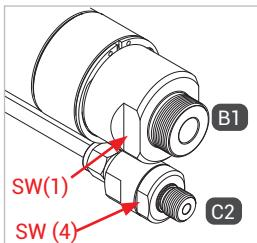
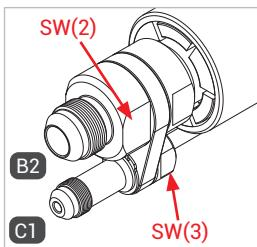

Figure 3
Figure 4
- ▶ Lors du montage du flexible de remplissage et de retour du gaz, de la conduite de fluide et de la conduite de retour du gaz aux raccordements « B1 », « B2 », « C1 » et « C2 », exercez une contre-pression sur les méplats SW(1), SW(2), SW(3) et SW(4) (*Figure 3* et *Figure 4*) avec une clé à fourche.
- ▶ Connectez hermétiquement l'entrée fluide « B1 » à la conduite de fluide de la station-service (*Figure 3*). Voir le tableau ci-dessous pour les couples de serrage.
- ▶ Connectez hermétiquement la conduite de retour du gaz « C2 » à la conduite de retour du gaz de la station-service (*Figure 3*). Voir le tableau ci-dessous pour les couples de serrage.
- ▶ Raccordez hermétiquement la sortie fluide « B2 » au raccordement du flexible de remplissage (*Figure 4*). Voir le tableau ci-dessous pour les couples de serrage.
- ▶ Vissez hermétiquement la conduite de retour du gaz « C1 » à l'embout de raccordement du flexible de retour du gaz (*Figure 4*). Voir le tableau ci-dessous pour les couples de serrage.